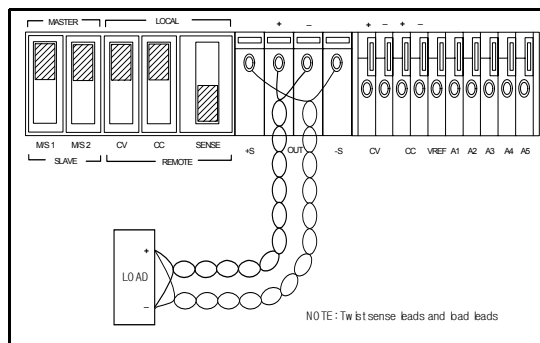

図5. リモート電圧検知
**リモート検知の接続。**リモート検知では、図5に示すようにリア・パネル・スイッチの設定を変更して、負荷リード線を+および-出力端子から負荷へ接続し、検知リード線を+Sおよび-S端子から負荷へ接続する必要があります。